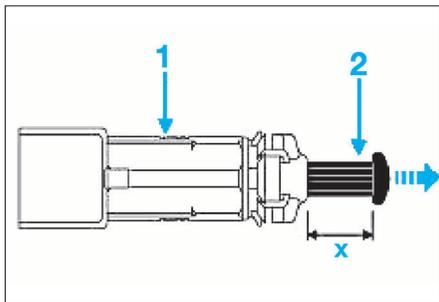

FIG. 10
Manipuler le contacteur d'embrayage (1) avec précaution (Fig.10).
- Mesurer la cote (x) du piston (2) (Fig.10). Si la cote (x) est inférieure à 21 mm, tirer avec précaution sur l'extrémité du piston pour régler la cote (x) entre 21 mm et 23 mm.